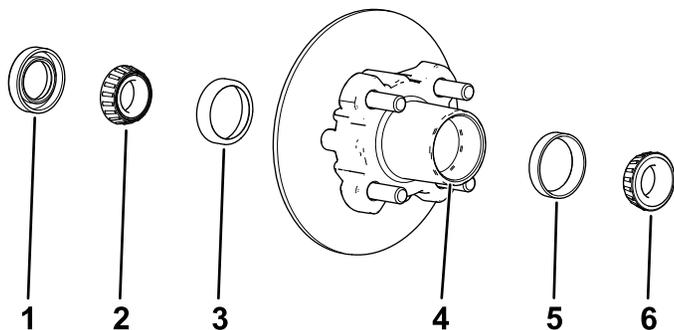

图 33
1. 从轮毂上拆下外置轴承和轴承座圈图33。
- 从轮毂上拆下密封件和内置轴承图 33。
- 清除轮毂轴承腔内的所有润滑脂、污垢或碎屑图 33
- 向轮毂轴承腔注入 5080% 的指定润滑脂图 33。
- 将内置轴承装入轮毂内侧的座圈上并装上密封件图 33。